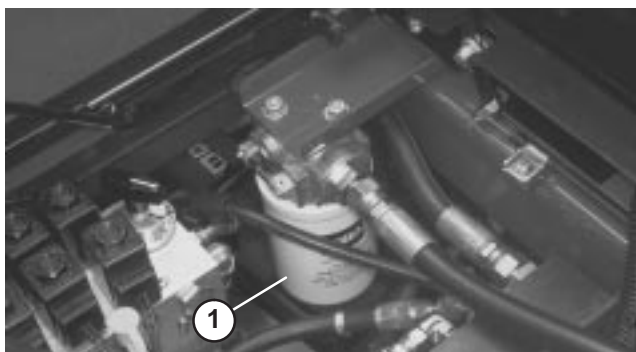

Figure 59
2. Nettoyez la zone autour de la surface de montage du filtre (Fig. 59). Placez un bac de vidange sous le filtre et déposez le filtre.